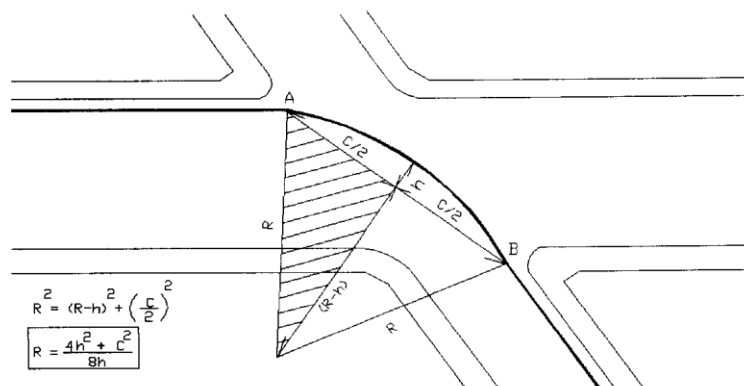

Figura 2 – Esquemático: determinação raios de curvaturas
Conforme item 6.10 do Sistema de documentação TELEBRÁS 235-200-600 (Projeto de Canalização Subterrânea), as curvas nas canalizações subterrâneas devem ser projetadas com os maiores raios possíveis. Para as curvas simples, podemos determinar os raios de curvaturas, adotando o procedimento exemplificado na figura 2, desde que conhecido as variáveis “h”, “c” e utilizando a tabela contida nas figuras 2 e 3. Os dados de entrada devem ser obtidos *in loco*.